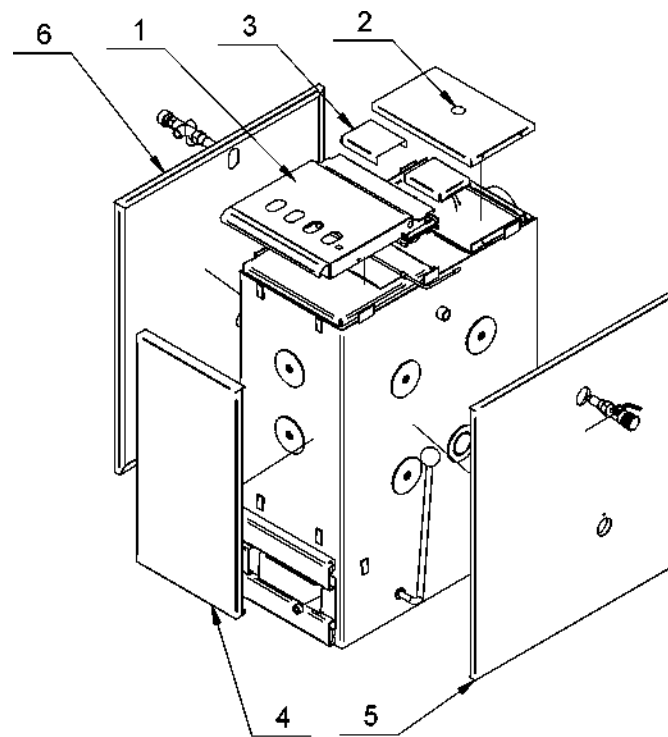
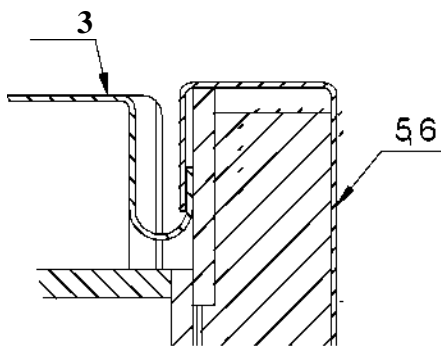

рис. 6
рис. 7
6. На корпус котла установить кожухи - см. рис. 6.
- а) На загрузочную дверцу установить кожух загрузочной воронки поз. 1 на рис. 6 и привинтить его сбоку четырьмя саморезами в предварительно просверленных отверстиях.
- б) Монтаж кожуха теплообменника, поз. 2 на рис. 6, выполнить таким же образом, как указано в пункте а).
- в) Центральные кожухи поз. 3 на рис. 6 вложить ровной частью под фланец и отжать к краю котла (см. деталь крепления центральных кожухов рис. 6).
- г) Передний кожух поз. 4 на рис. 6 установить более широким подвесным краем под нижние захваты на корпусе, прижать его к котлу и задвинуть в верхние захваты.
- д) Установку боковых кожухов поз. 4, 5 на рис. 6 выполняем таким же образом, как указано в пункте г). При установке кожухов в верхние захваты проследите за тем, чтобы верхний подвесной край вошел в желобок центрального кожуха поз. 3 на рис. 6 и за счет этого был закреплен (см. деталь крепления центральных кожухов рис. 7).